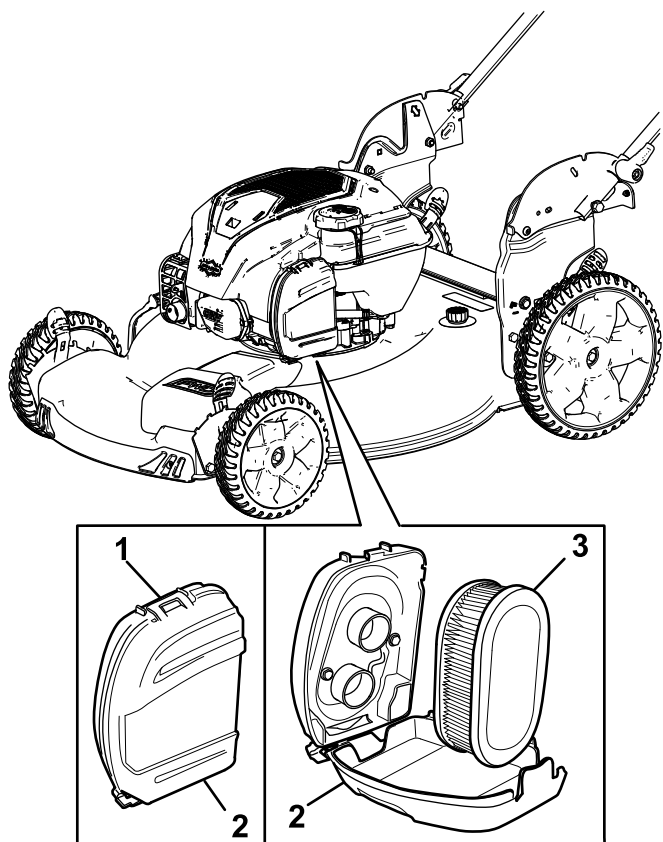

図 23
1. エアフィルタカバー上部のクリップを外す 図 23。
2. エアフィルタを取り外す (図 23)。